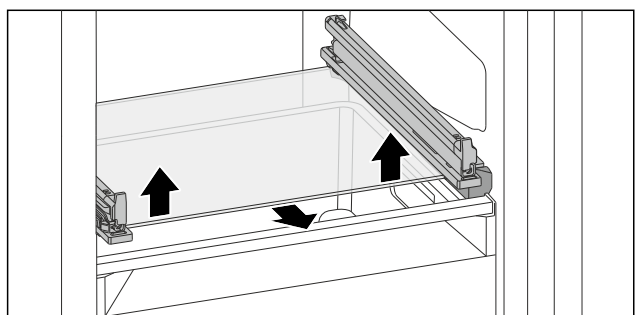

Fig. 139 Steklina plošča nagibnega predala
- Steklenu ploščo na obeh straneh potisnite od spodaj navzgor. (glejte Fig. 139)